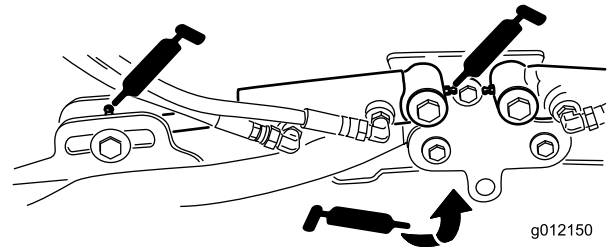

Figura 44
- Cilindri del braccio di sollevamento degli elementi di taglio (2 cad.) (Figura 44)
- Perni del braccio di sollevamento (1 cad.) (Figura 44)